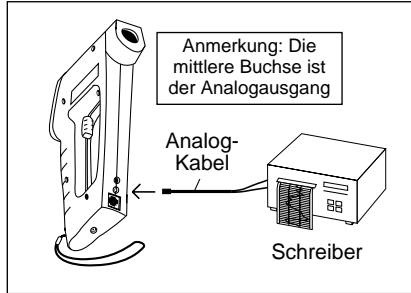

Abbildung 2-7. Anschluß des Thermometers an einen Schreiber
4. Um ein Temperaturprofil der Fläche aufzuzeichnen, schließen Sie das Thermometer an einen Schreiber an wie in Abbildung 2-7 dargestellt. Das Thermometer gibt ein Ausgangssignal von 1 mV pro Grad aus.
4. Um ein Temperaturprofil der Fläche aufzuzeichnen, schließen Sie das Thermometer an einen Schreiber an wie in Abbildung 2-7 dargestellt.
2. Schließen Sie das Thermometer an einen Schreiber an wie in Abbildung 2-7 dargestellt.